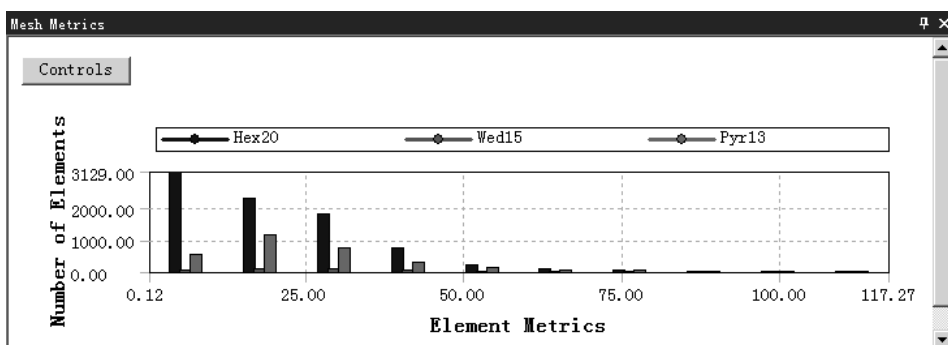

图 5.4.18 检查结果统计图表（五）
- ◆ 平行偏差 (Parallel Deviation)。通过对边矢量的点积进行计算，并利用其中的余弦值求出最大夹角；其 Parallel Deviation 为 0 最好，表明两对边平行。选择此选项后，在信息栏中打开图 5.4.18 所示的检查结果统计图表（五）。